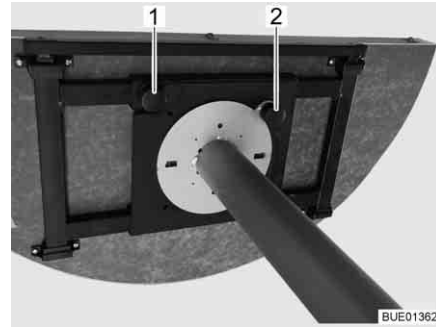

Bild 97 Verstellmechanismus
- Rändelschraube (Bild 97,1) lösen.
- Verstellknopf (Bild 97,2) anheben.